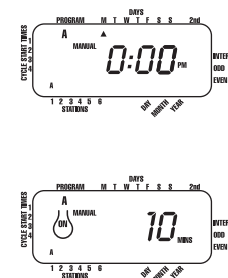

FIGURA 11: Irrigazione manuale solo del programma A o B
**NEXT**. Ciò attiverà le stazioni con una durata assegnata solo del programma A. Per avviare questa irrigazione semi-automatica, premere **ENTER** [vedere figura 11].